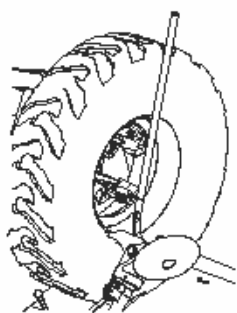

Рисунок 9
6.3.4 Передвигайте монтажную лапку, пока она не достигнет внешнего края обода (можно дополнительно использовать монтировку для облегчения процесса демонтажа). См. Рис. 9.